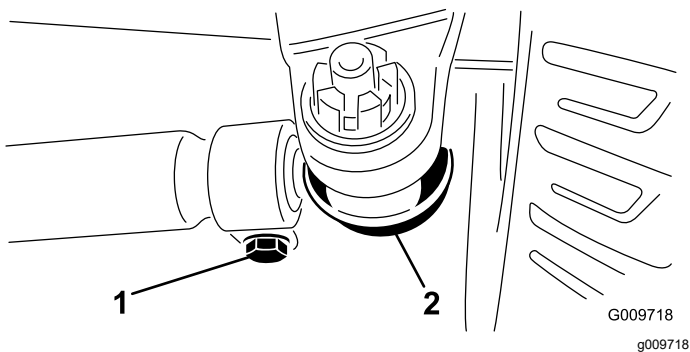

Figura 69
2. Per regolare, togliete la coppiglia e il dado da uno dei giunti a sfera del tirante (Figura 69). Togliete il giunto a sfera del tirante dal supporto della scatola del ponte.
3. Allentate i fermi su entrambe le estremità dei tiranti (Figura 69).
4. Girate di un (1) giro completo, verso l'interno o l'esterno, il giunto a sfera rimosso. Serrate la ghiera dal lato allentato del tirante.
5. Girate l'intero gruppo del tirante nello stesso verso (interno o esterno), di un (1) giro completo. Serrate la ghiera dal lato collegato del tirante.